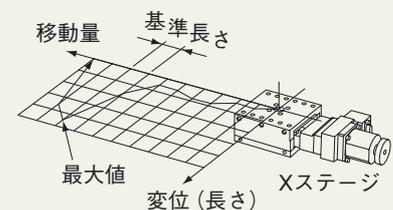

図6
④真直度(水平)【図6】[JIS B 6191-1993 準拠]